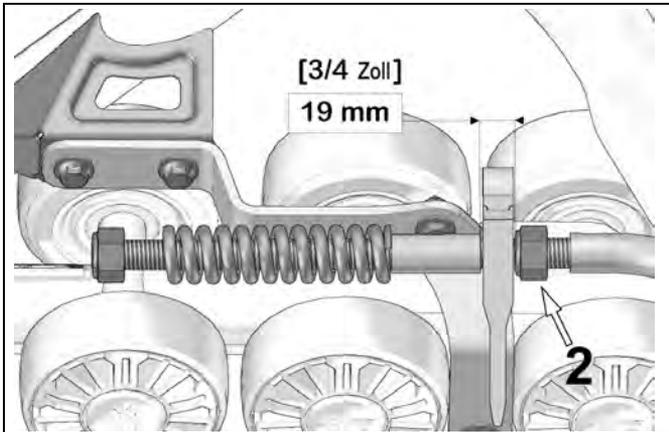

Abbildung 11
- Stellen Sie Mutter (2) ein, um einen Abstand von 19 mm zwischen Mutter und der Stabilisierungsarmführung, wie in Abbildung 11 dargestellt, zu erzielen.